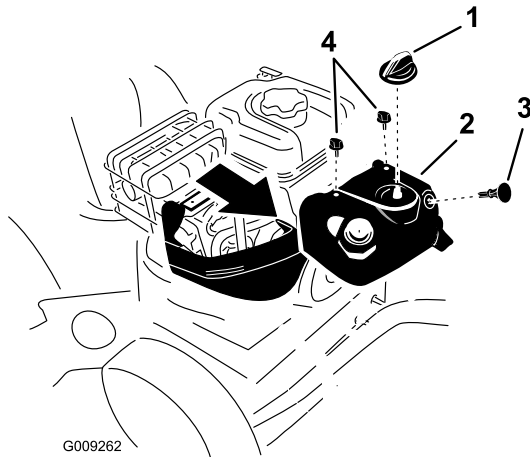

Bild 33
Hinweis: Nehmen Sie die obere Schneeabdeckung ab, um an die Zündkerze zu gelangen (Bild 33).
1. Nehmen Sie das Handrad des Chokes und den Zündschlüssel ab (Bild 33).
2. Nehmen Sie die zwei Schrauben ab, mit denen die obere Schneeabdeckung an der Maschine befestigt ist (Bild 33).